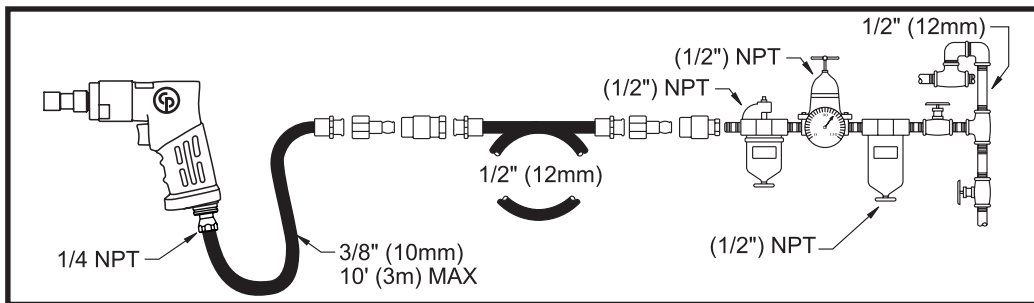

FIG 01
- Connect device as shown in Fig. 01.
- To start the machine, pull the trigger (A). Machine speed is increase by increasing pressure on the trigger. Release the trigger to stop.
- Das Gerät wird in Abb. 01 gezeigt anschließen.
- Um die Maschine zu starten, muss der Auslöser (A) gezogen werden. Der Druck auf den Abzug bestimmt die Geschwindigkeit des Motors. Um die Maschine zu stoppen, den Auslöser wieder freigeben.